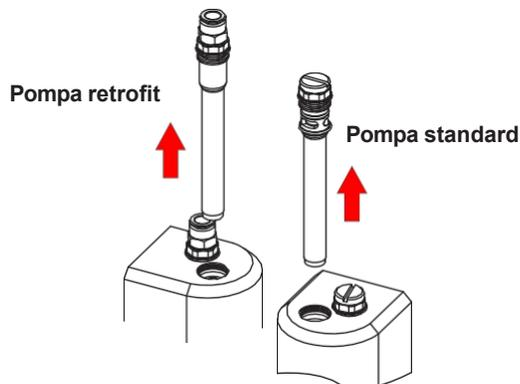

Figura 16 Allentamento dei tubi di fluidificazione
2. Vedere la Figura 16. Allentare il tappo di accesso al tubo di fluidizzazione ed estrarre il tubo di fluidizzazione direttamente dal corpo della pompa.